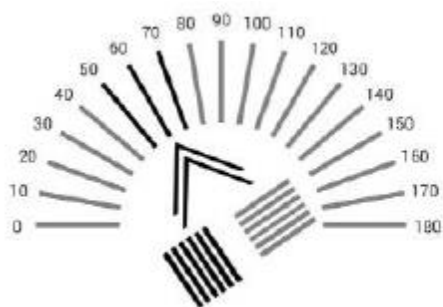

Рисунок 13
- Значок стрілки має бути налагоджений, доки він не буде чітким. (Див. рис. 13)